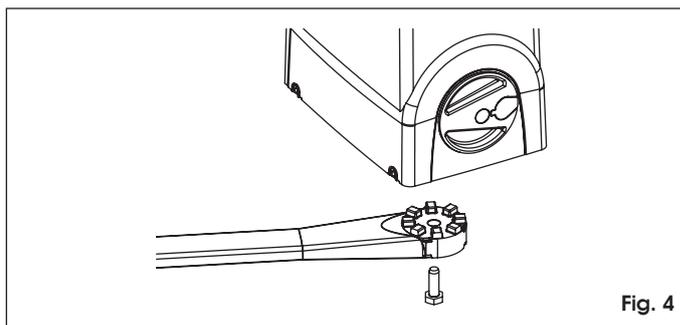

Fig. 4
4. Fixer le bras à l'opérateur, d'après les instructions de l'opérateur, Fig. 4.